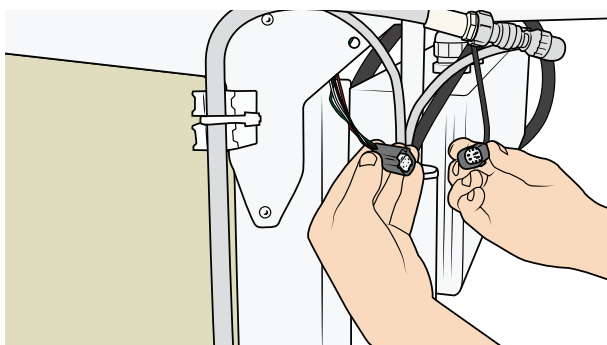

Figure 31
13. Coupez les attaches de câble et débranchez le connecteur du système de pesée. Voir Figure 31.